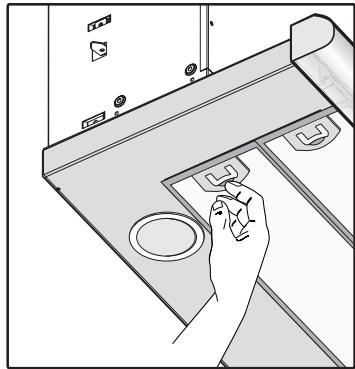

Fig.2
- Per una più facile manovrabilità dell'apparecchio disinserire i filtro/i antigrasso (fig.2).